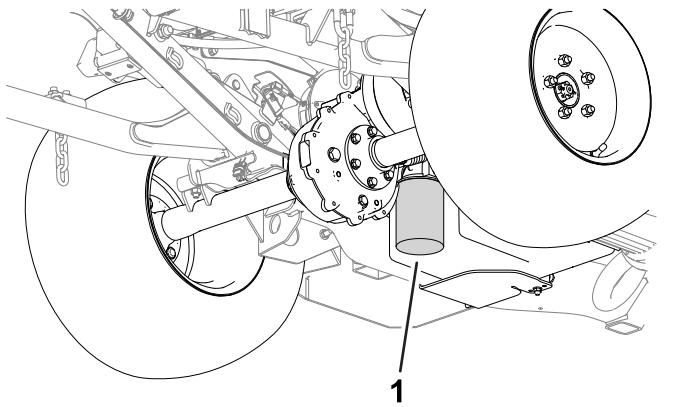

Figure 62
1. Nettoyez la zone autour de la surface de montage du filtre à huile hydraulique (montré à la Figure 62).